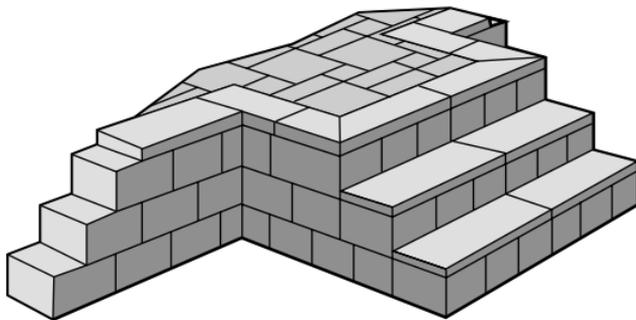

Figura 47. Escalones salientes.
*Escalones que sobresalen:* Esta estructura se construye de igual manera que los escalones en forma de L, una hilera a la vez. Sin embargo, en esta disposición es necesario construir dos esquinas internas y dos externas. Las paredes laterales pueden hacerse en forma vertical o con retroceso. Si los lados retroceden uno hacia otro, cada contraescalón será más angosto que el de la hilera inferior (Figura 47).